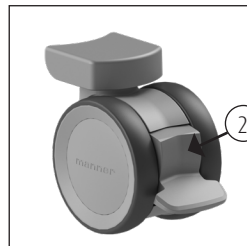

Figura 2. Desactivar el bloqueo de las ruedas.
- Para desbloquear el Lotus / Lotus Compact / Lotus XL, mueva hacia arriba la misma palanca de freno de la rueda. Tanto en la posición sentada como en la posición girada, los componentes del asiento quedan ligeramente sujetos. Esto evita que el asiento gire cuando el cliente se sienta en el Lotus (2) (*Ver figura 2*).